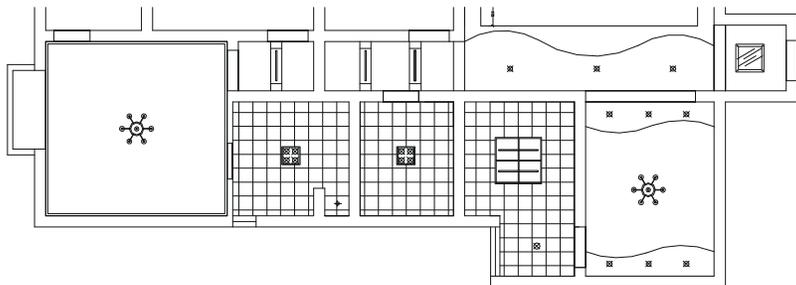

图 7-1-45
**STEP 02** 使用复制命令 `COPY` 将餐厅的主灯复制一个放到主卧中心的大致位置，如图 7-1-45 所示。